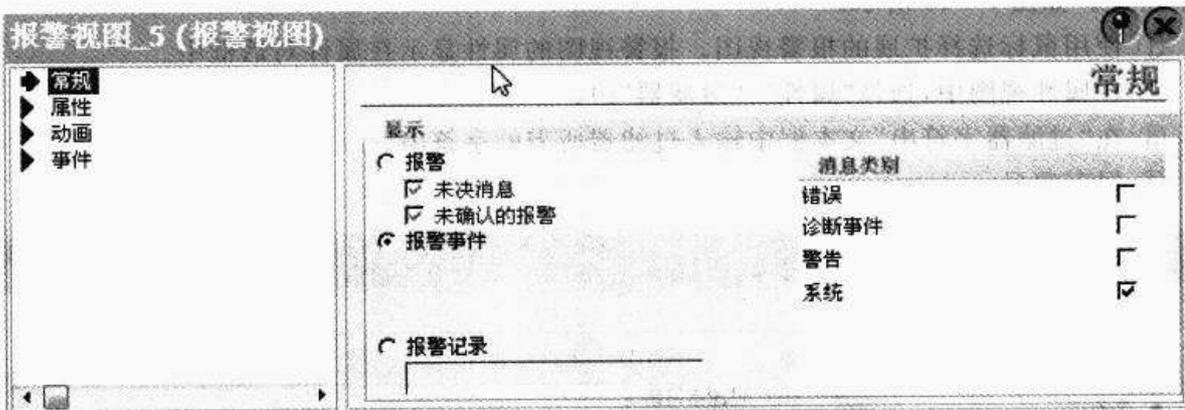

图 7-11 组态报警视图
- ① 在所打开的画面或模板中，组态报警视图。如图 7-11 所示。
- ② 在属性视图中，选择“常规”组。
- ③ 在“显示”选项区域中，选择报警视图的内容：来自不同报警组的报警或事件，诊断缓冲区或报警记录的内容。